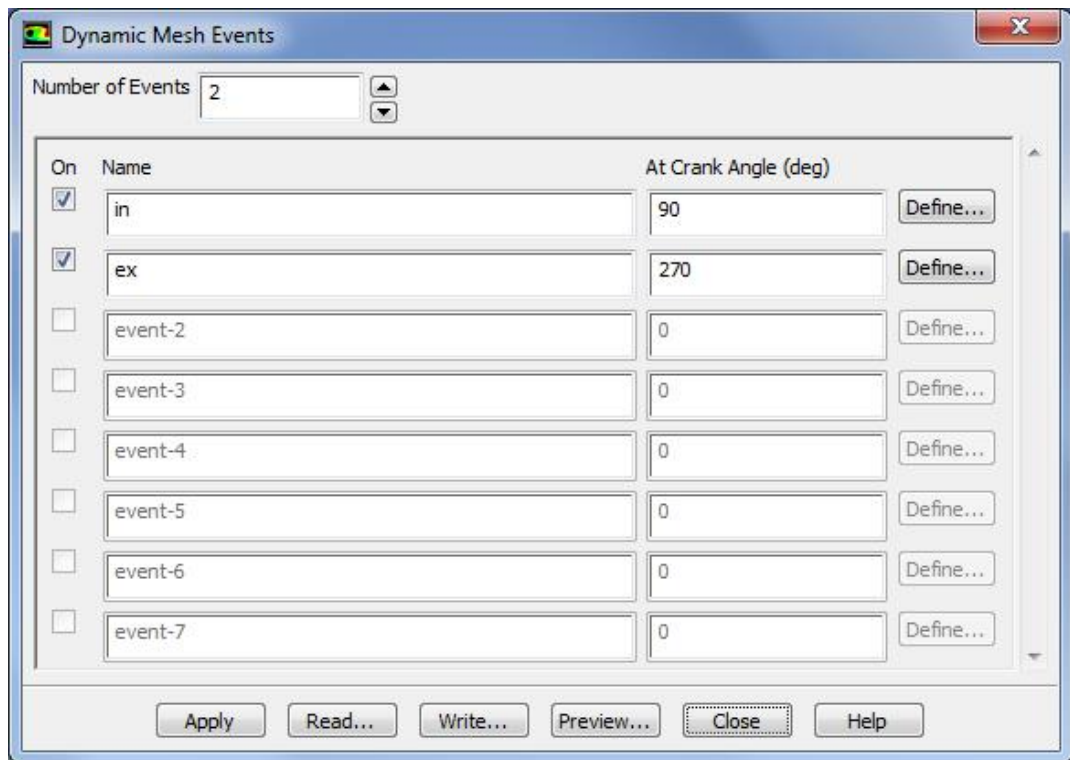

Рисунок 1.30 – Меню задания динамических событий (*Events*)
5. Выполненные прежде настройки позволяют установить время, в которое будут происходить то или иное динамическое событие, имеющее место в цилиндре ДВС, такое как открытие и закрытие выпускного окна. Это осуществляется следующим образом (рисунок 1.30):